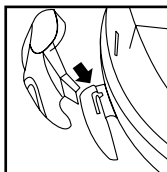

FIGURA 15
19. Coloque las lengüetas en forma de "J" en las ranuras de los soportes para enrollado de cable. **FIGURA 15.** Presione hasta que las lengüetas encajen en su lugar.